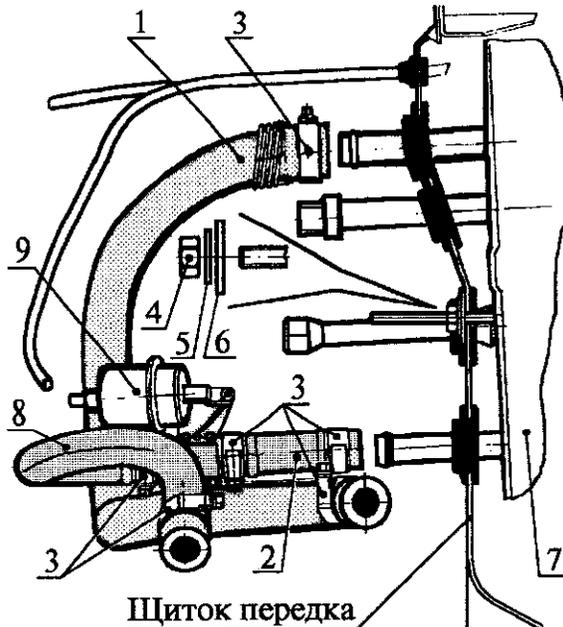

Рис. 12. Снятие шлангов и вакуумного крана отопителя:
4.12. Снять отводящий шланг 1 (рис. 12), подводящие шланги 2, 8 и вакуумный кран 9 отопителя с автомобиля, ослабив крепления хомутов 3 (ключ 8 типа ГОСТ 2839-86).